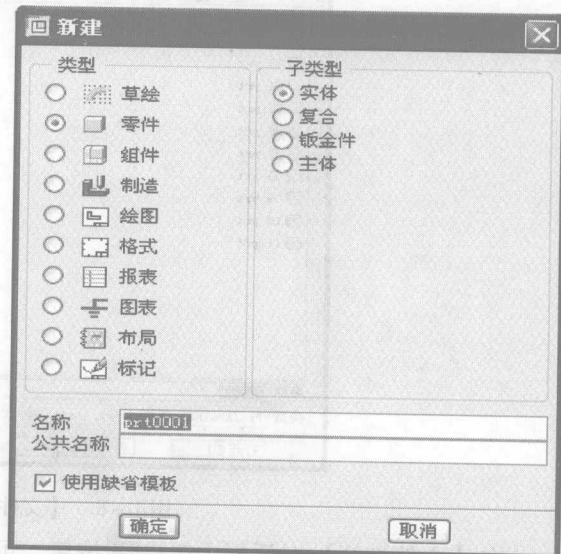

图 1-7 【新建】对话框
在 Pro/E 中选择新建文件工具按钮  或者选择菜单【文件 (F)】→【新建】，系统就弹出新建文件对话框，如图 1-7 所示。可创建的文件类型有草绘、零件、组件、制造、绘图、格式、报表、图表、布局、标记等。